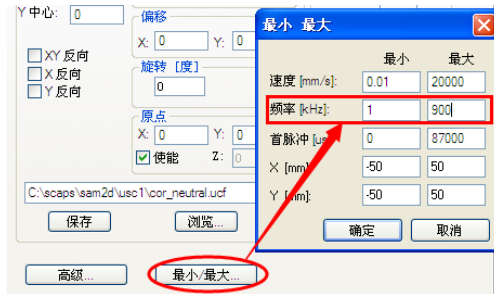

图 21
4) 设置最小、最大频率信号, 点击“最小/最大”, 最小设置为 1, 最大设置为 900。如图 21